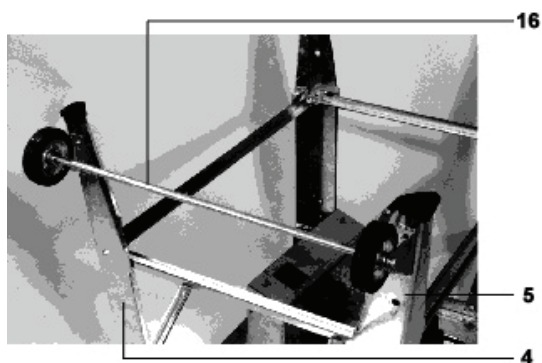

Fig. 9
- Prendere quattro viti con testa esagonale M6x16, quattro rondelle M6 e quattro dadi M6 e montare la parte 16 (asse) + parte 17 (n.2 pulegge) sulla parte 4 e parte 5 (vedi fig. 9). Non serrare troppo le viti.